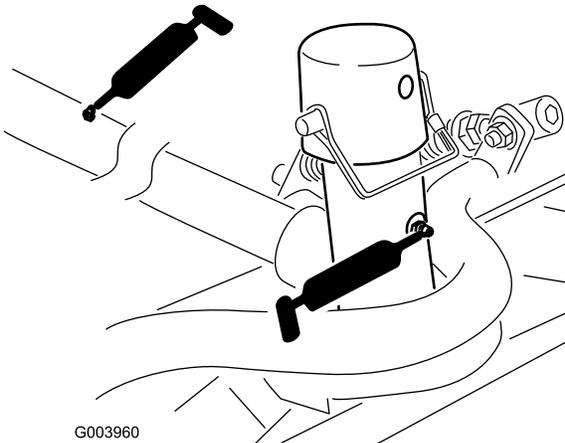

Figure 55
- Bâti porteur de plateau de coupe et pivot (x 2) (Figure 55)